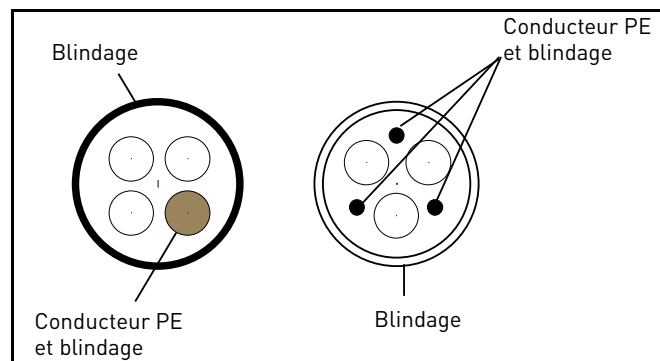

Figure 17.
- 2 = Câble de puissance symétrique avec fil coaxial de protection et pour tension du réseau appropriée. (Modèle MCMK ou similaire recommandé). Voir Figure 17.
- 3 = Câble de puissance symétrique à blindage faible impédance compact et pour tension du réseau appropriée. Modèle MCCMK, EMCCK ou similaire recommandé ; impédance de transfert recommandée pour le câble (1...30MHz) max. 100mohm/m]. Voir Figure 17.